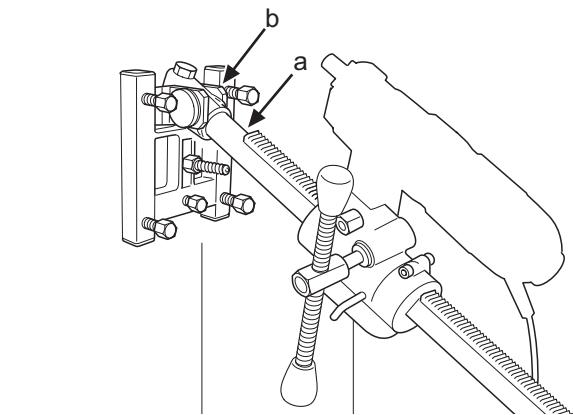

Fig.9
2. La columna de perforación se monta en el soporte angular de la placa base. Apretar el tornillo de fijación (a) con una llave Allen de 8 mm (fig. 9). Girar la caja de alimentación 180° y montarla de nuevo en la columna de perforación. La perforadora se monta en la fijación rápida. La columna de perforación se puede girar 360° progresivamente y se fija en cada posición con el tornillo de fijación (a).
2. The drill column is mounted on the base plate's angle bracket. Tighten the locking screw (a) using an 8 mm hex-key (Fig. 9). The feed housing is turned 180° and refitted on the drill column. The drilling machine is refitted in the quick-action attachment. The drill column can be rotated through 360° and locked in any position with the locking screw (a).
3. The drill column is set at the required angle by tightening the nut (B) using a 30 mm spanner.